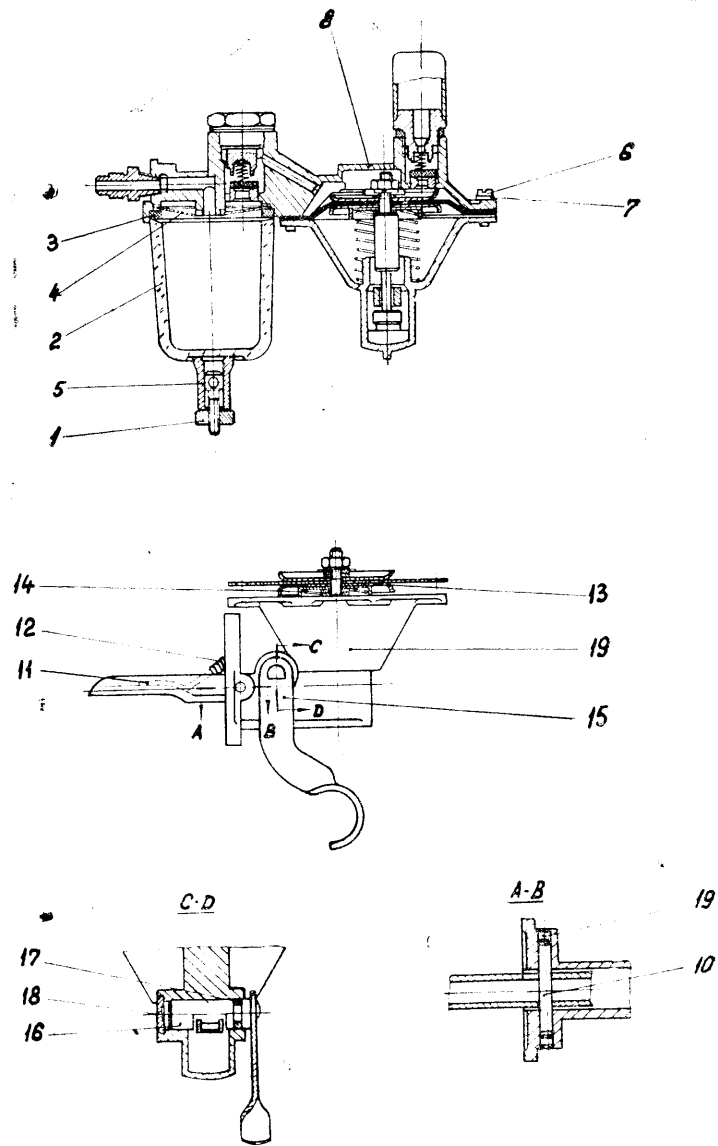

Abb. 54. Kraftstoffpumpe.
3.9.1.1. Auseinanderbau der Pumpe (Abb. 54).